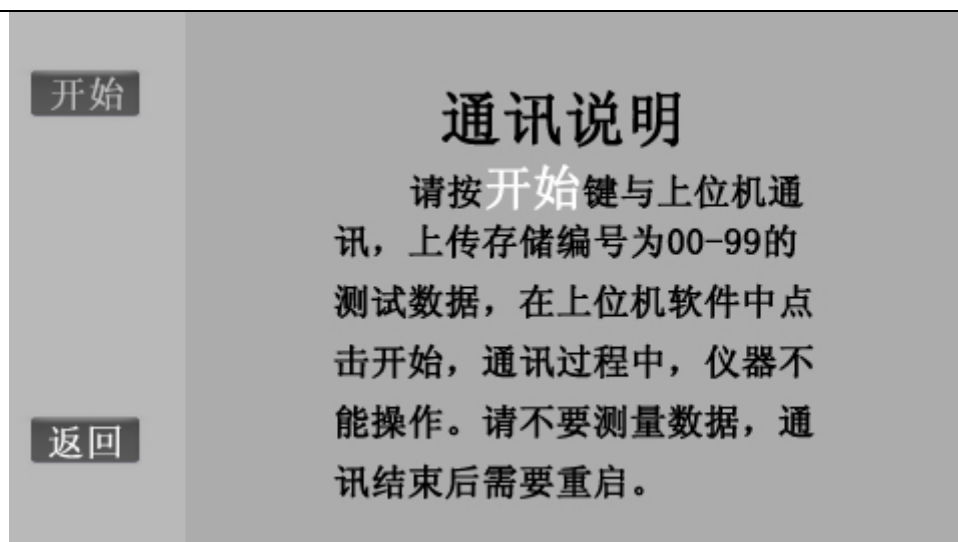

图 11 通讯
单击“通讯”按键即可进入“通讯”界面，“通讯”界面如图11所示。
(2)使用随机配置的串口数据线或 USB 数据线将计算机和仪器连接起来。仪器开机，进入通讯界面，如图 11 所示。